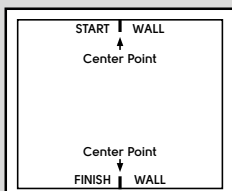

Fig. 1
1. Diseño del Patrón: empiece midiendo para encontrar el centro de la habitación entre la pared inicial y la pared final (Fig. 1).